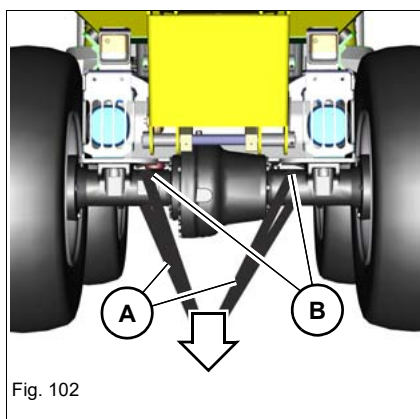

Fig. 102
7. Anbring anhugningsgrejet **A** rundt om forakslen som vist i Fig. 102. Anvend kantbeskyttelse **B**.